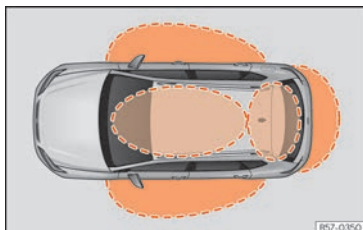
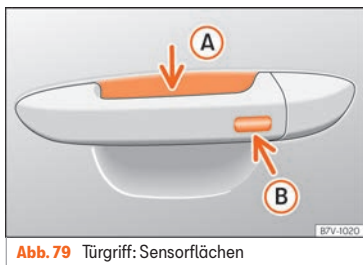

Abb. 78 Keyless Access: Näherungsbereiche.
Abb. 79 Türgriff: Sensorflächen
» Abb. 79
Keyless Access ist ein schlüsselloses Start- und Schließsystem, mit dem das Fahrzeug ohne aktive Fahrzeugschlüsselbenutzung ent- bzw. verriegelt werden kann. Dazu müssen sich lediglich ein gültiger Fahrzeugschlüssel im Erfassungsbereich für den Zugang zum Fahrzeug befinden » **Abb. 78** und eine der Sensorflächen an den Türgriffen » **Abb. 79** berührt oder der Softtouch/Haltegriff der Heckklappe betätigt werden » **Seite 113** » **1**.
Befindet sich ein gültiger Schlüssel in einem der Funktionsbereiche » **Abb. 78**, erteilt das schlüssellose Schließ- und Startsystem Keyless Access diesem Schlüssel eine Zugangsberechtigung, sobald eine der Sensorflächen an den Vordertürgriffen oder der Softtouch/Haltegriff an der Gepäckraumklappe betätigt wird.
- Umfassen Sie einen der Griffe an den Vordertüren. Dabei wird die Sensorfläche » Abb. 79 (A) (Pfeil) im Türgriff berührt und das Fahrzeug entriegelt sich.
- Berühren Sie *einmal* die Verriegelungssensorfläche » Abb. 79 (B) (Pfeil) am Griff an einer der Vordertüren. Die Tür, an welcher der Griff betätigt wird, muss geschlossen sein.
- Berühren Sie *einmal* die Sensorfläche » Abb. 79 (B) (Pfeil) am Griff an einer der Vordertüren. Das Fahrzeug ist mit der „Safe“ » Seite 108-Sicherheitssystem verriegelt. Die Tür, an welcher der Griff betätigt wird, muss geschlossen sein.
- Berühren Sie *zweimal* die Sensorfläche » Abb. 79 (B) (Pfeil) am Griff an einer der Vordertüren, um das Fahrzeug zu verriegeln, ohne das Sicherheitssystem „Safe“ zu aktivieren » Seite 108.
Wenn sich ein gültiger Fahrzeugschlüssel in der Nähe » Abb. 78 der Heckklappe befindet, entriegelt die Heckklappe beim Öffnen des verriegelten Fahrzeugs.
- Berühren Sie die Schließaste  auf dem Funkschlüssel und berühren Sie einmal innerhalb von 5 Sekunden die Verriegelungssensorfläche am Fahrertürgriff »» **Abb. 79 B**. Greifen Sie nicht am Türgriff, da sich das Fahrzeug sonst nicht verriegelt. Die Deaktivierung kann auch erfolgen, wenn das Fahrzeug über Fahrertürschloss verriegelt wird.
Um mit der **Komfortfunktion** alle elektrischen Seitenfenster und das Glasdach zu schließen, legen Sie einige Sekunden einen Finger auf den Verriegelungssensorfläche »» **Abb. 79 B** (Pfeil) am Türgriff, bis die Seitenfenster und das Dach geschlossen sind.
Die Sensoren der Türgriffe können durch einen Wasser- oder Hochdruckdampfstrahl aktiviert werden, sofern sich ein gültiger Schlüssel in der Nähe befindet. Ist mindestens eines der elektrisch betriebenen Seitenfenster geöffnet und wird die Sensorfläche »» **Abb. 79 B** (Pfeil) an einem der Türgriffe permanent aktiviert, schließen sich alle Fenster.